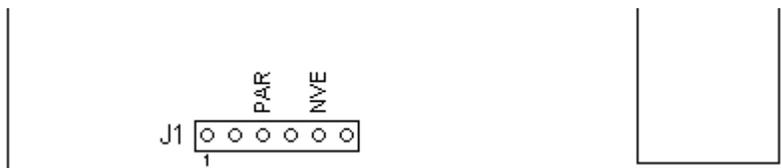

Figura 6
Los terminales PAR (3) y NVE (5) del conector J1 conectan a un parlante de 8 Ohm (Figura 6).